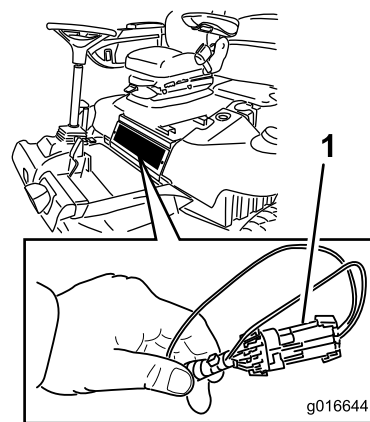

Bild 45
2. Nehmen Sie die Zugangsplatte unter der Vorderseite des Sitzes ab (Bild 45).
3. Ermitteln Sie den Kabelbaum und die Stecker in der Nähe des Controllers (Bild 45).